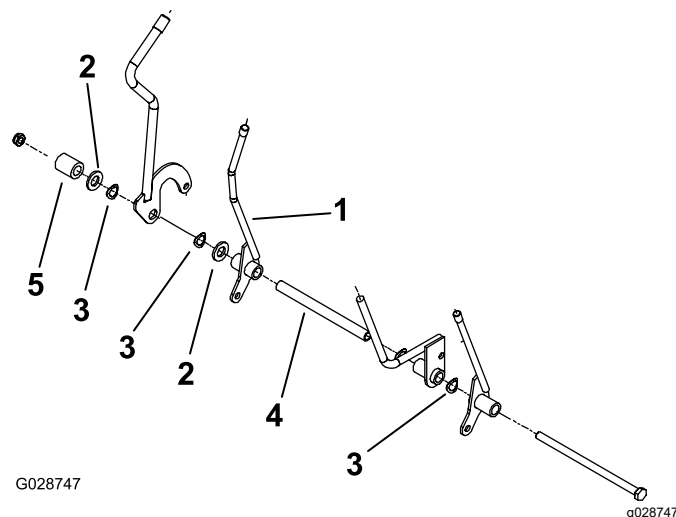

Bild 8
Hinweis: Positionieren Sie den Hebel wie in Bild 8 abgebildet.
- Setzen Sie die vorher entfernten Bauteile auf der Schraube und positionieren Sie sie wie in Bild 8 abgebildet.
- Befestigen Sie die Schraube mit der vorher entfernten Mutter an der Hebelstützhalterung (Bild 8).
Hinweis: Die Hebelposition wird in Bild 8 abgebildet.